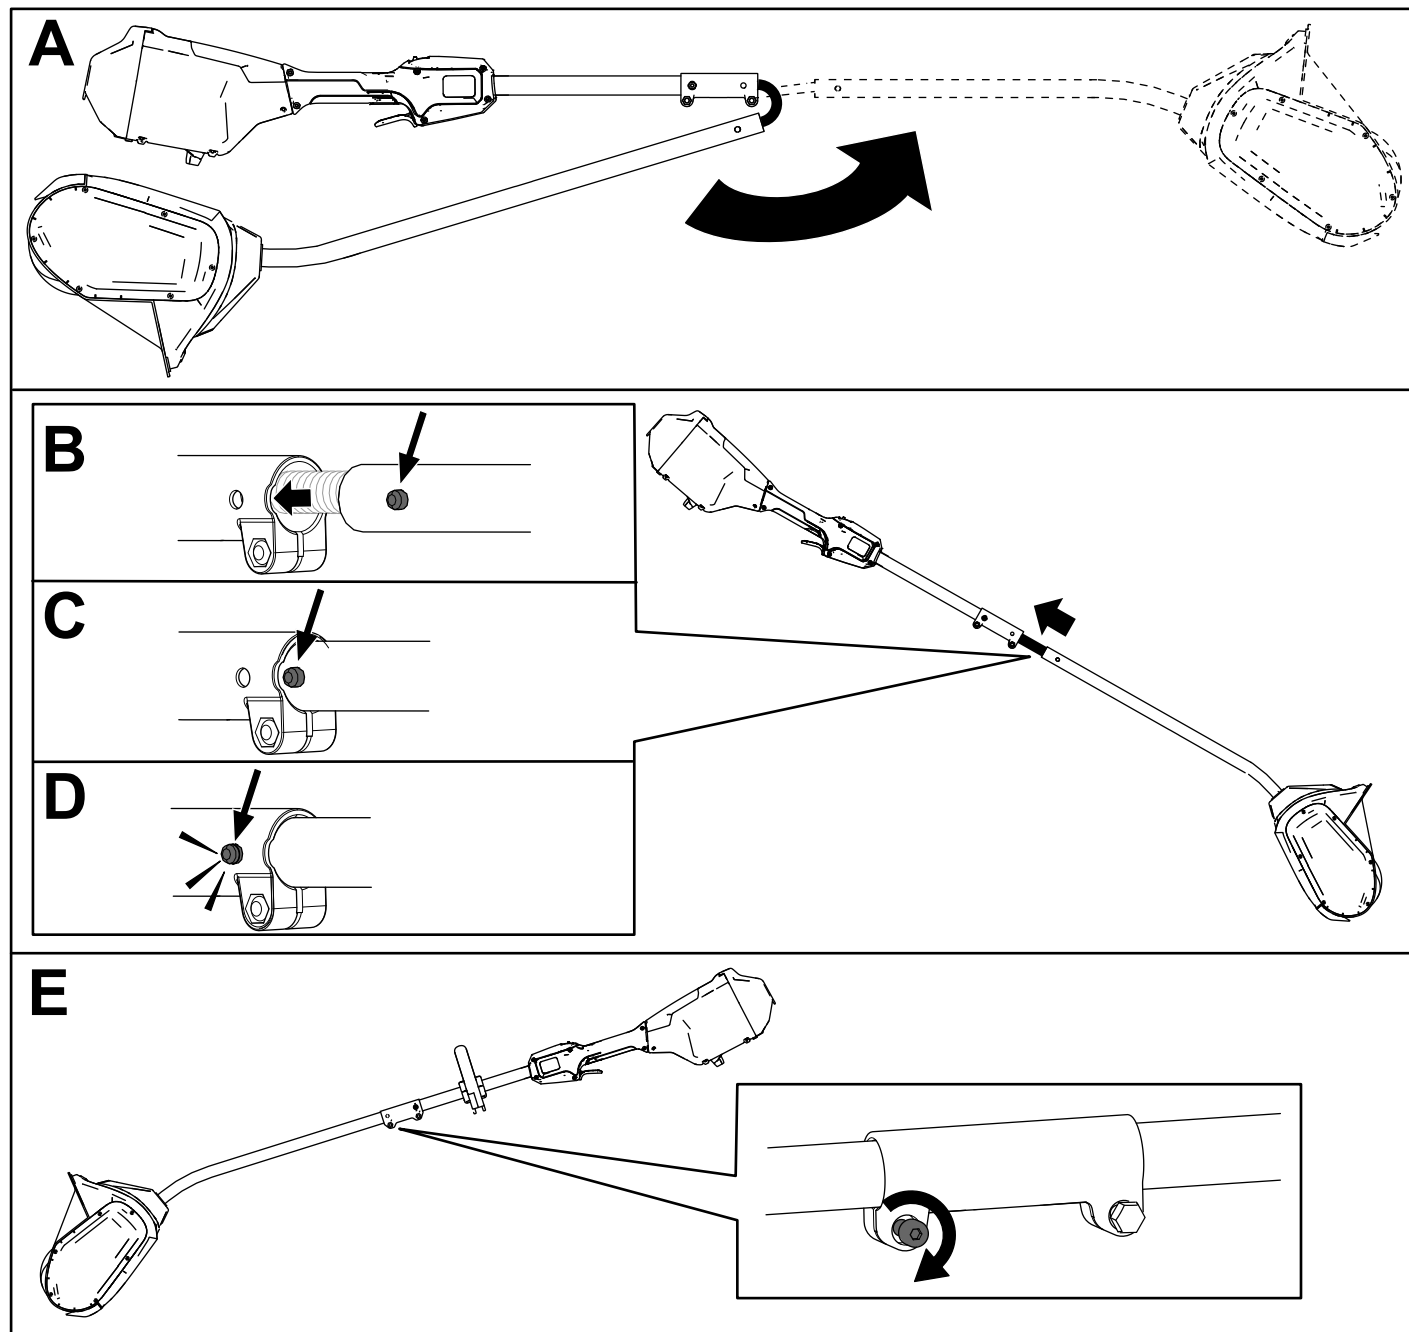

図 4
1. ハンドルを展開する 図 4 のA。
2. 下部シャフトのロックボタンを上部シャフトのスロット穴に合わせ、2つのシャフトを同時にスライドさせる 図 4のBとC。
注 シャフトが固定されると、ロックボタンがスロット穴にカチッと収まります 図 4のD。
3. 付属の六角レンチを使って、シャフトコネクタのネジをしっかりと固定されるまで締める 図 4のE。